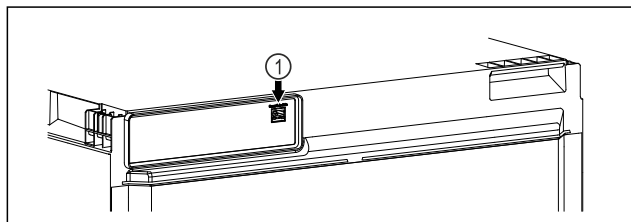

Fig. 27
- ☐ SmartModule Fig. 27 (1) è inserito.